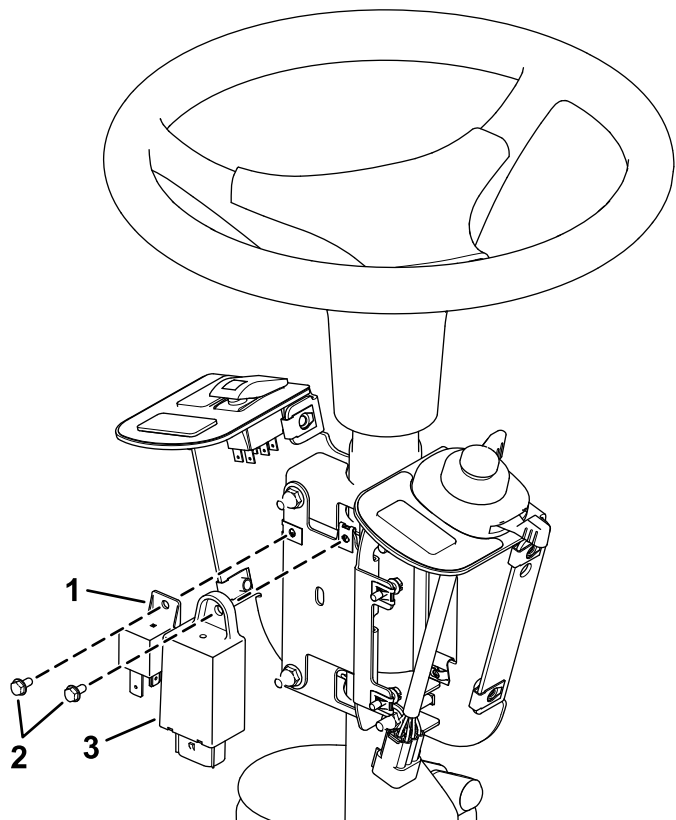

Рисунок 7
- Установите прерыватель проблескового сигнала и реле на монтажную пластину с помощью 2 винтов (№ 10 x 3/8 дюйма), как показано на Рисунок 7.